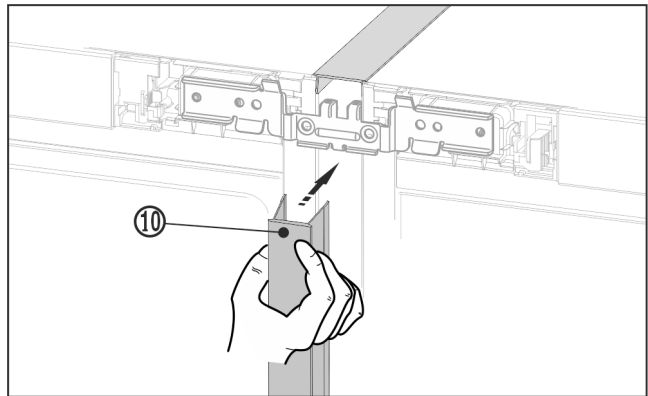

Fig. 28
- ▶ Aan de voorzijde de lange afdeklijst Fig. 28 (10) in de verticale spleet drukken. Zorg ervoor dat de lijst op de verbinding-splaat rust.